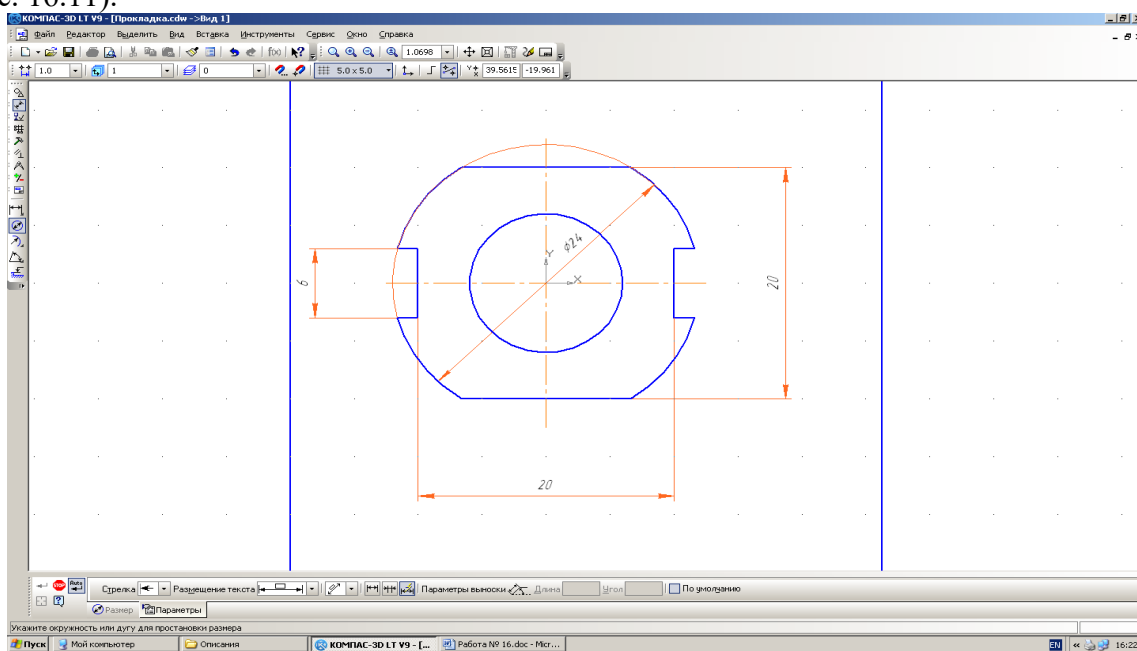

Рис. 16.11.
Перемещая мышью, подберите нужный наклон размерной линии и положение текста на ней (рис. 16.11).
1.9. Нанесите второй диаметральный размер – диаметр отверстия 12 мм как показано на рис. 16.11.
Укажем теперь толщину прокладки (5 мм), расположив ее на полке линии-выноски (рис. 16.11). Обозначение толщины прокладки на чертеже будет иметь вид *s5*.